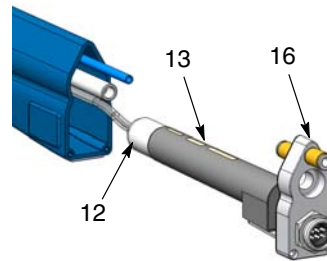

Figura 39 Puxar o multiplicador para fora do alojamento
7. Consulte a figura 39. Puxe o poço de calor (16) para fora do alojamento, com o multiplicador (13) ligado, até poder agarrar na porca do multiplicador (12).